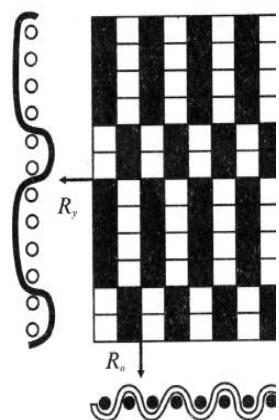

Рис. 24. Репс основной
- от полотняного переплетения: репсовое (рис. 24, 25), рогожка (рис. 26);